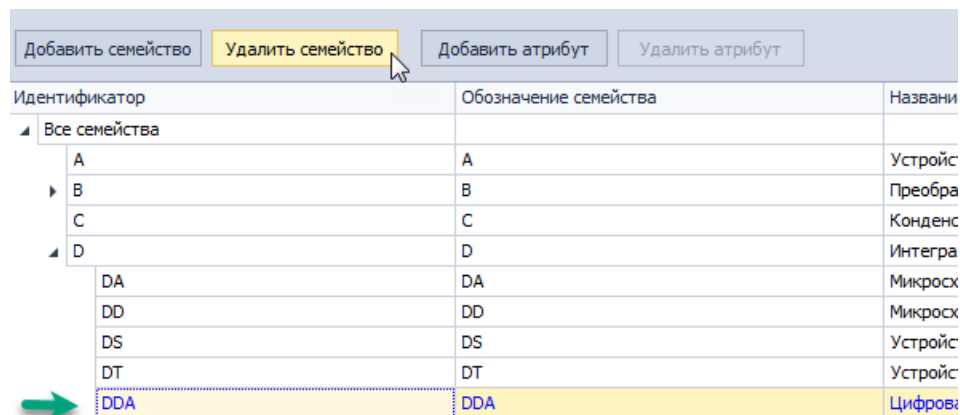

Рис. 40 Выбор семейства
3. Выбрать в таблице семейств то семейство, которое необходимо удалить, Рис. 40.